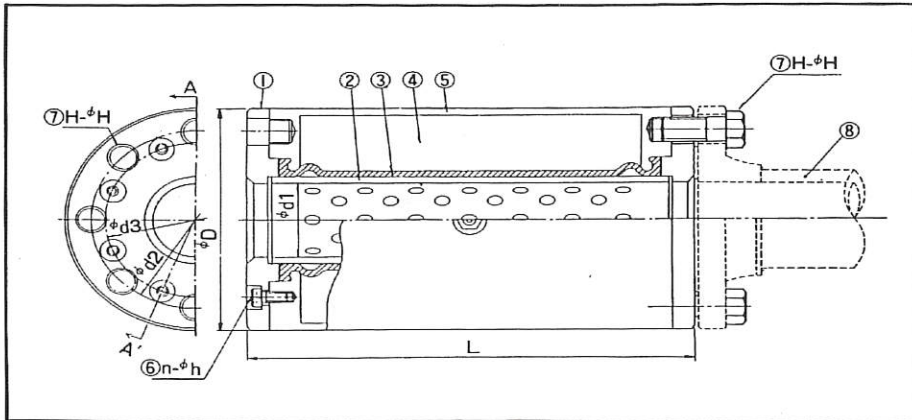
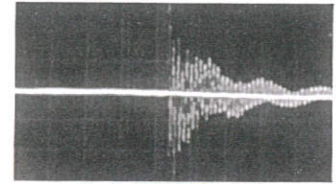

Fig.2 WHA結構圖
Fig.3a 未裝WHA水擊未經調整之水流狀態
WHA可直接串接在管線上與傳統之壓力吸收器採用分枝管及1支右彎頭接管方式比較起來，既簡單又方便。在穩定的水流下，水流經Fig.2圖中之⑧側進入WHA②內部再由另一端流出，若此時之水壓大於橡皮彈性及預灌於軟性橡皮管③之壓力時(空氣壓)④則橡皮外管③會凹入，若水壓低或氣壓相等時，則凹陷不會發生。若水壓之漲落不定，將使水流經過WHA②產生脈動，則此一脈動會傳遞到橡皮外管③由於此橡皮管③與外側一側氣壓室④可反應水的脈動，隨它壓力大小而產生凹凸，於是調整了管中的脈動水壓而變為平滑之水流。如(Fig.3a.3b)圖所示。